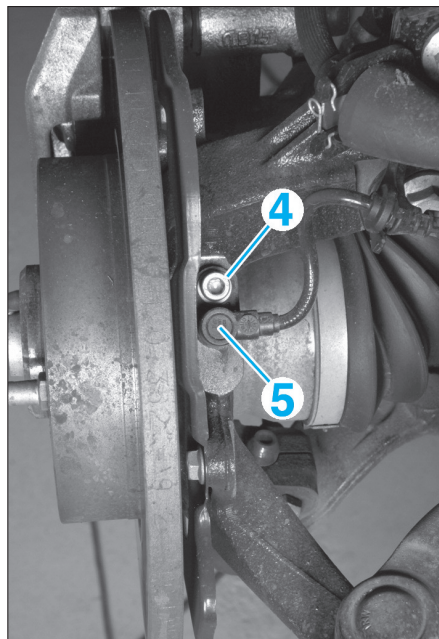

FIG. 17
- Dévisser la vis de fixation (4) du capteur de vitesse de roue (5) (Fig.17).